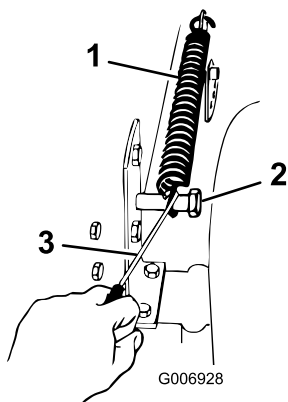

Figure 37
- Enlevez le ressort compensateur de hauteur de coupe du boulon de fixation (Figure 37). Ce ressort se trouve entre le châssis et la roue arrière droite.
13. Placez le levier de hauteur de coupe à la position "D". Accrochez le ressort de compensation au boulon de fixation pour ne pas le perdre (Figure 37).